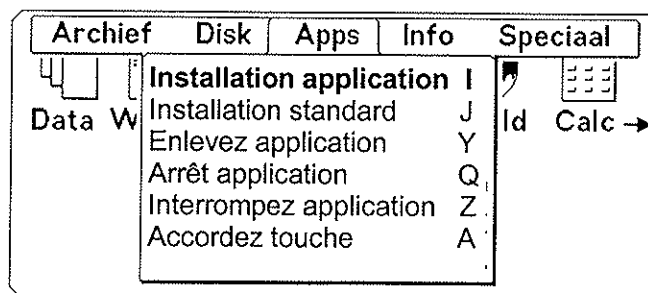

figure 5-12: L'écran d'applications
- Appuyez ensuite la touche [MENU] et sélectionnez à l'aide des flèches horizontales [←] & [→] l'option Apps (Applications), de sorte que l'écran d'applications apparaisse comme dans la figure 5-12.